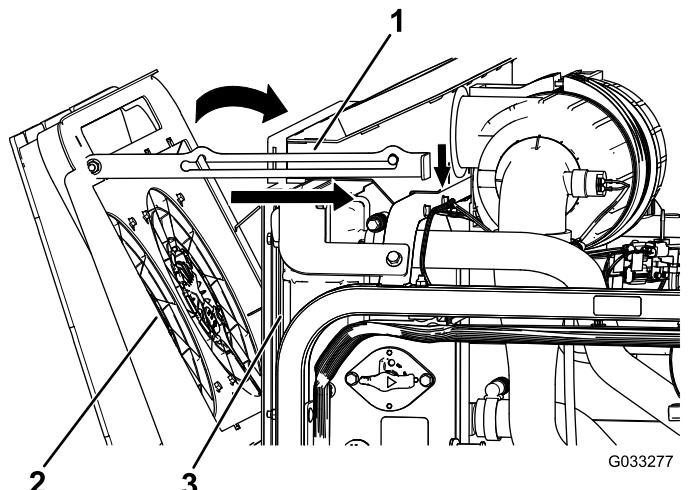

Figura 118
- Gire hacia adelante los ventiladores de refrigeración del motor, y enganche la varilla de sujeción en la muesca (Figura 118).